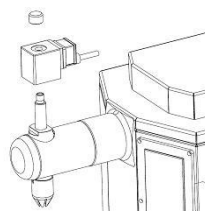

Abb. 15
- Schrauben Sie die Rändelmutter des Magnetventils ab, nehmen Sie die Magnetspule nach oben ab und lassen Sie diese am Kabel herabhängen. (Abb. 15)